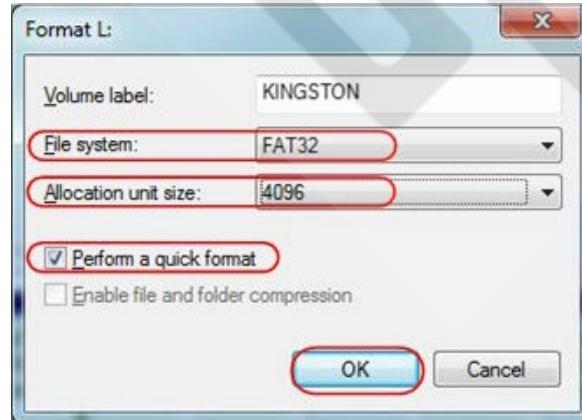

Рисунок 4.4. Настройки форматирования USB-накопителя
- 5) В открывшемся диалоговом окне выберите файловую систему FAT32, установите размер единичного блока выделения на значение 4096, установите галочку на опции «Быстрое форматирование» (Perform a quick format). Нажмите кнопку OK и в открывшемся диалоговом окне щелкните по кнопке «Да» (Yes) (рисунок 4.4).